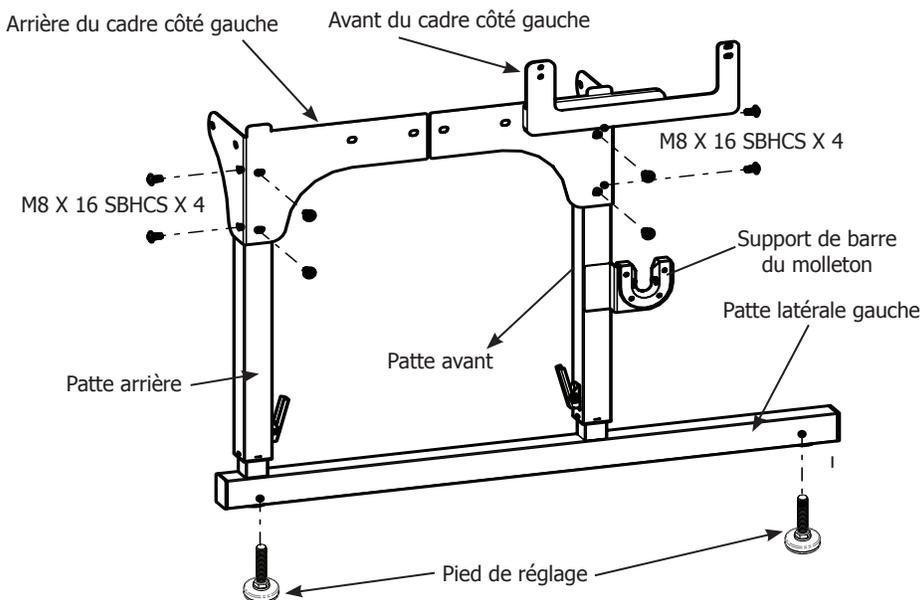

Fig. 1-1
(Fig. 1-1)
1-1 : Vissez les deux (2) pieds de réglage à moitié en bas de la patte latérale gauche, comme indiqué à la Fig. 1-1.